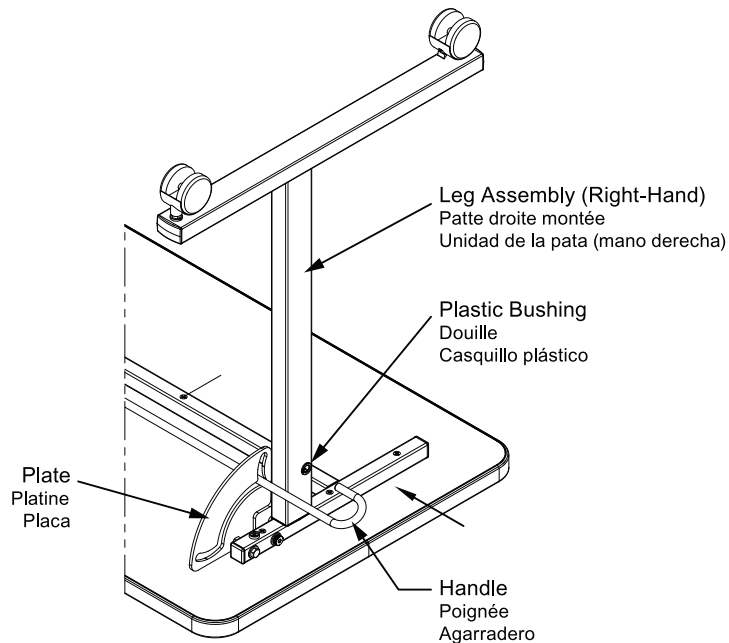

Fig. 5
- Slide the handle in a clockwise position and insert the end of the handle into the plastic bushing. See Fig. 5.
- Faites glisser la poignée dans le sens horaire et insérez l'extrémité dans la douille. Voir la figure 5.
- Deslice el agarradero en sentido horario e inserte el extremo del agarradero en el casquillo plástico. Ver Fig. 5.